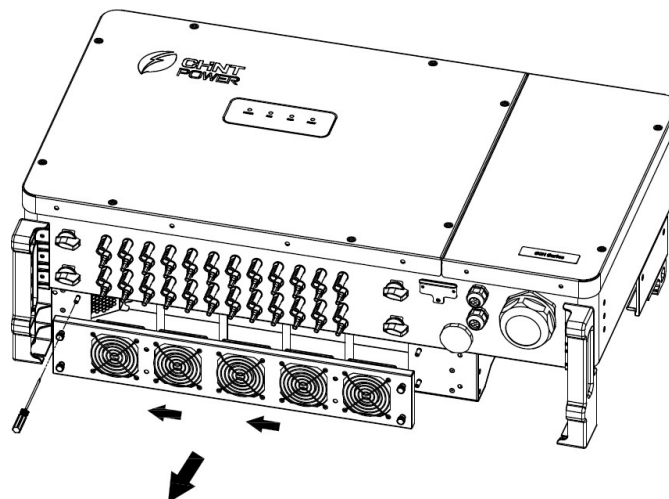

Figura 7-1 Retire la bandeja del ventilador y el ventilador
1. Utilice un destornillador Phillips n.º 2 para retirar los 4 tornillos que fijan la bandeja del ventilador, tal y como se muestra en la Figura 7-1.